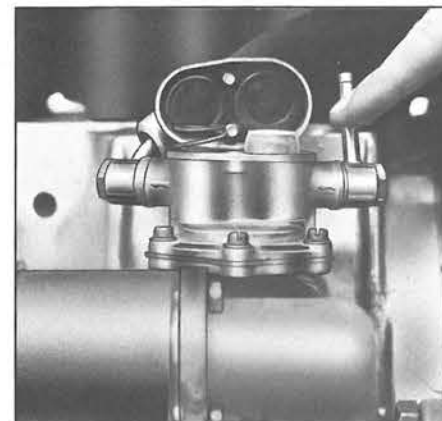

Fig. 30
16.9 Lavare il filtro a rete posto sulla valvola di aspirazione all'interno della pompa alimentazione carburante (fig. 30).
16.9 Wash filter net placed on inlet valve into the fuel feeding pump (fig. 30).